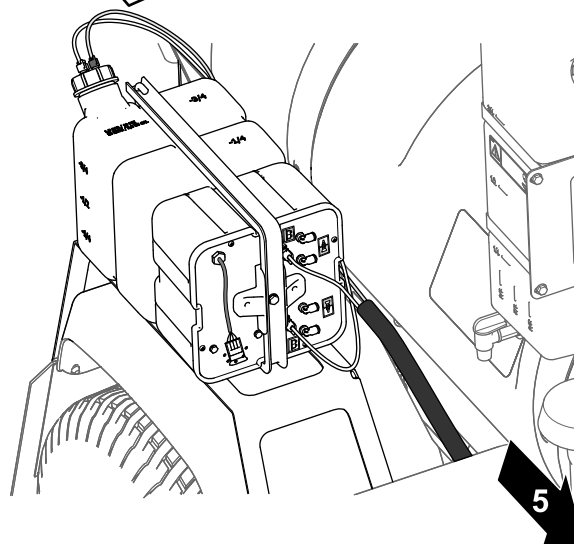
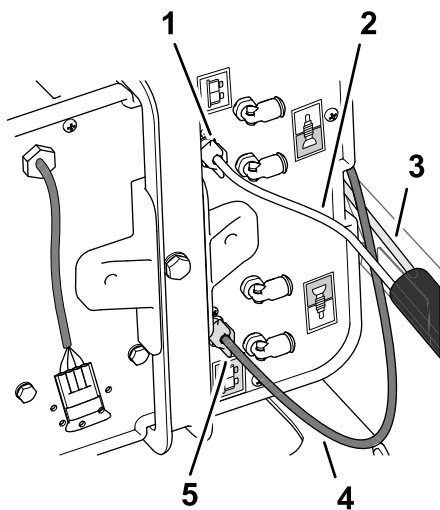

Рисунок 4
Рисунок 5
1. Отверните белую зажимную гайку (**Рисунок 4**) с крышки бака и установите ее на прозрачную трубку длиной 92 см.
2. Подсоедините прозрачную трубку с белой зажимной гайкой к штуцеру крышки бака и затяните белую зажимную гайку от руки (**Рисунок 4**).
3. Проложите свободный конец прозрачной трубки длиной 92 см от штуцера на крышке к штуцеру в боковой части компрессора вместе с белой зажимной гайкой (**Рисунок 4** и **Рисунок 5**).
4. Отверните белую зажимную гайку (Рисунок 5) и установите ее на прозрачную трубку длиной 92 см.
5. Подсоедините прозрачную трубку с белой зажимной гайкой к штуцеру в боковой части компрессора и затяните белую зажимную гайку от руки (Рисунок 5).
6. Отверните синюю зажимную гайку со штуцера в боковой части компрессора (Рисунок 5).
7. Установите синюю зажимную гайку на синюю трубку (Рисунок 5) из числа трубок регулировки плотности пены длиной 4,9 м.
8. Подсоедините синюю трубку с синей зажимной гайкой к штуцеру в боковой части компрессора и затяните синюю зажимную гайку от руки (Рисунок 5).
9. Отверните синюю зажимную гайку со штуцера на крышке бака (Рисунок 4).
10. Установите синюю зажимную гайку на прозрачную трубку (Рисунок 4) из числа трубок регулировки плотности пены длиной 4,9 м.
11. Подсоедините прозрачную трубку с синей зажимной гайкой к штуцеру крышки бака и затяните синюю зажимную гайку от руки (Рисунок 4).